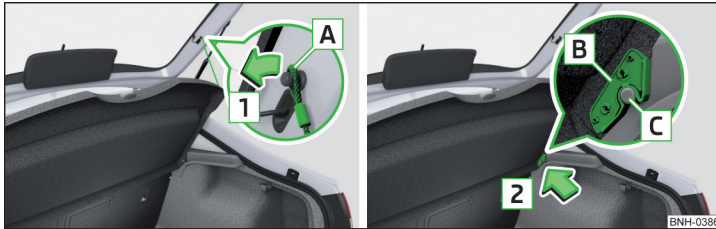

Abb. 104 Gepäckraumabdeckung herausnehmen
Sind die Haltebänder **A** » Abb. 104 an der Gepäckraumklappe eingehängt, dann wird beim Öffnen der Klappe die Gepäckraumabdeckung (nachstehend nur Abdeckung) mit angehoben.
- › Auf den beiden Seiten der Gepäckraumklappe die Haltebänder **A** in Pfeilrichtung **1** aushängen » Abb. 104.
- › Die Aufnahmen **B** an der Abdeckung über die Halterungen **C** an der Seitenverkleidung stellen » Abb. 104.